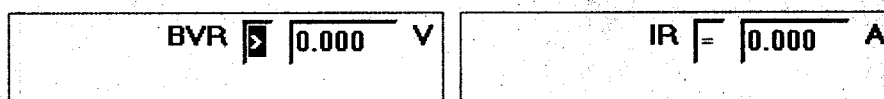

Рисунок 19 – Окно ввода значений BVR и IR.
7.2.7.3 В появившемся на экране окне (рисунок 19) введите значения в поля BVR и IR из таблицы 5.